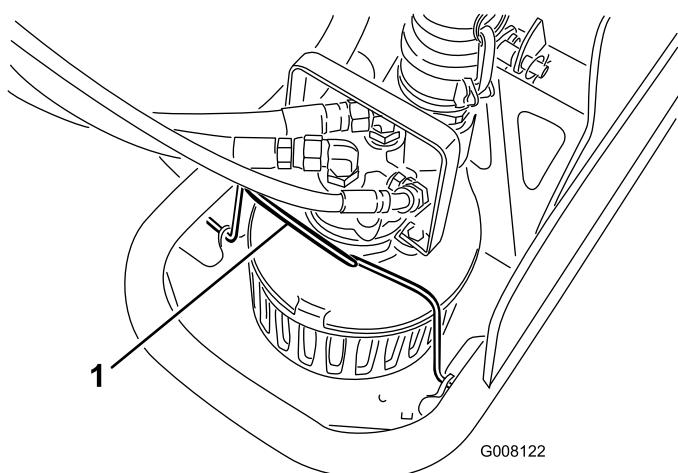
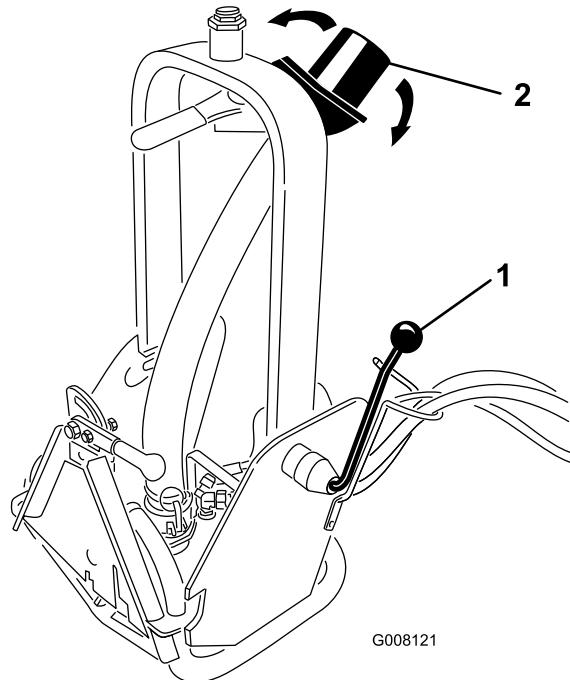

図 9
図 10
2. ポンプの運転を開始する前に、ポンプ・クランプ（図 9）とロックアップ・ハンドル（図 10）がしっかりと固定されていることを確認する。